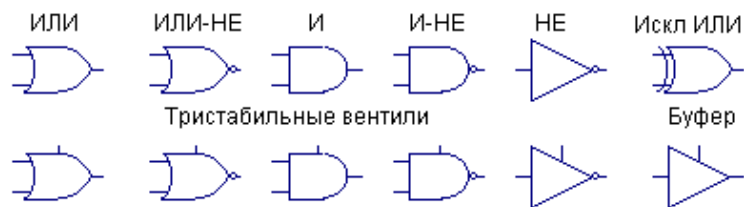

Рис. 1.10. Стандартные типы логических устройств в стандарте ANSI.
**Стандартные типы логических устройств.** Стандартные типы логических устройств приведены на рис. 1.10 и в таблице 1.9а).